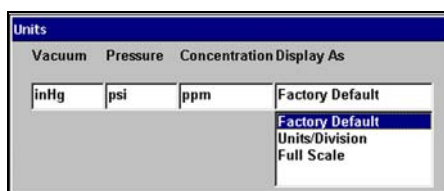

Abbildung 5-17 Menü Anzeigen als (Beispiel)
Anzeigen als bestimmt, wie die Skaleneinheiten dargestellt werden (Abbildung 5-17).
1. Wählen Sie im Hauptmenü **Dienstprogramme > Werkzeug-Setup > Einheiten**. Das Dialogfeld Einheiten wird angezeigt (Abbildung 5-17).